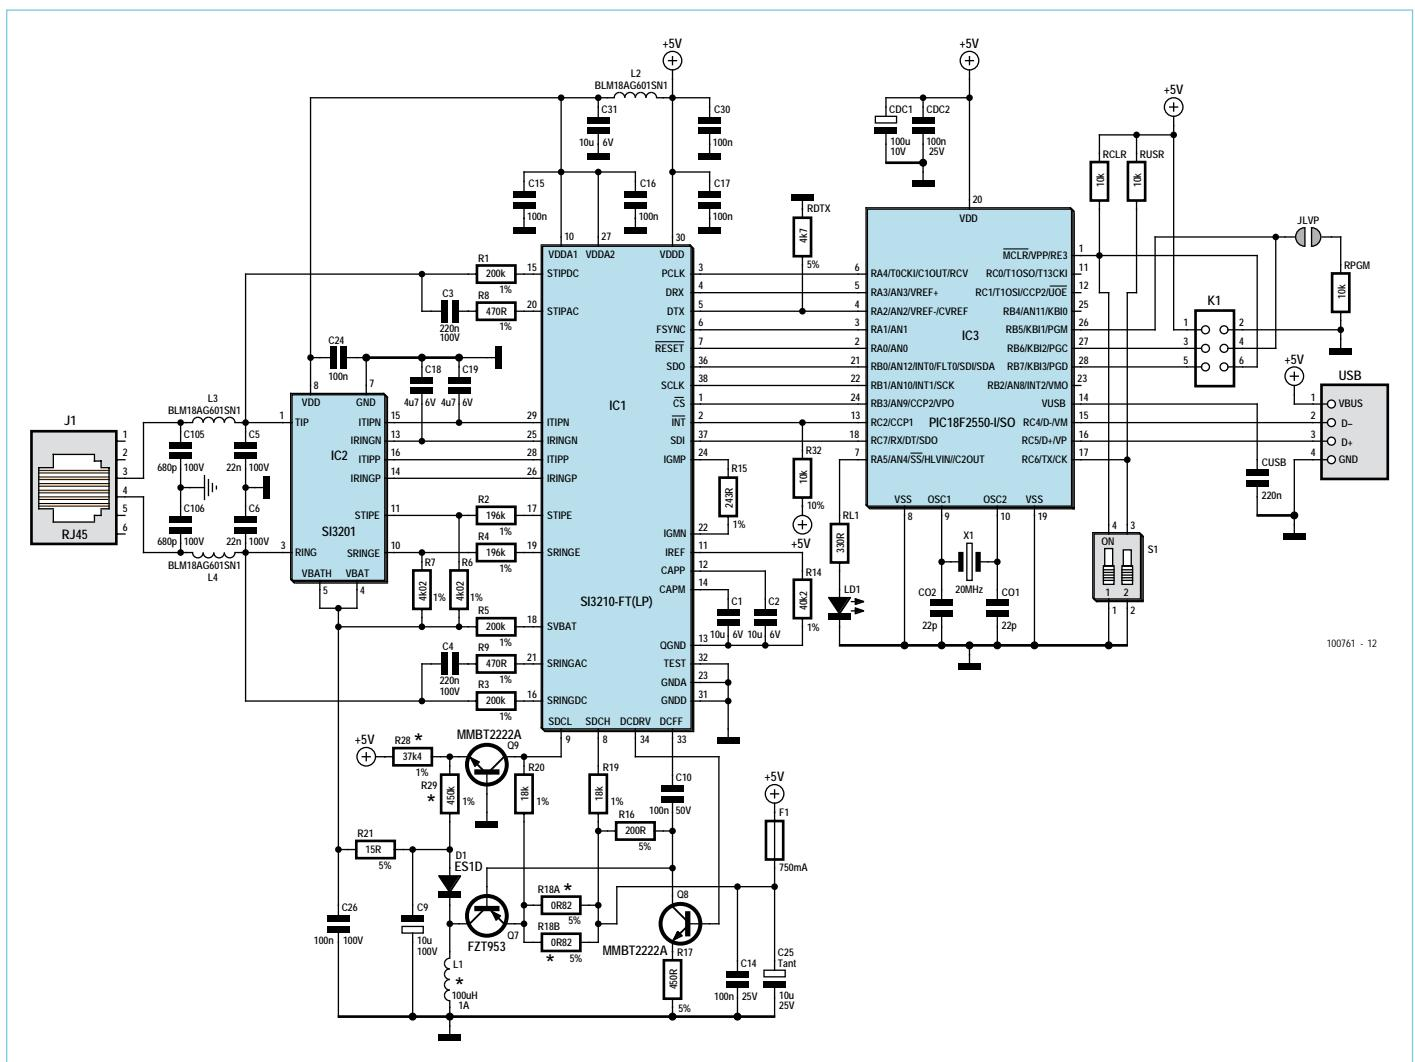

Bild 2. Das wichtigste Bauteil ist sicher das SLIC genannte IC von SiLabs. Die Intelligenz des Adapters steckt allerdings in einem PIC-Mikrocontroller.
**Bild 2** zeigt das Innenleben des Adapters - zwei ICs plus Mikrocontroller und eine Ladung passiver Bauteile reichen aus. Das analoge Telefon kommt an J1 und das USB-Kabel vom PC an „USB“. Einfach einen PC unter Linux anschließen sowie Firmware auf den PIC aufspielen, und schon sind VOIP-Telefone möglich.